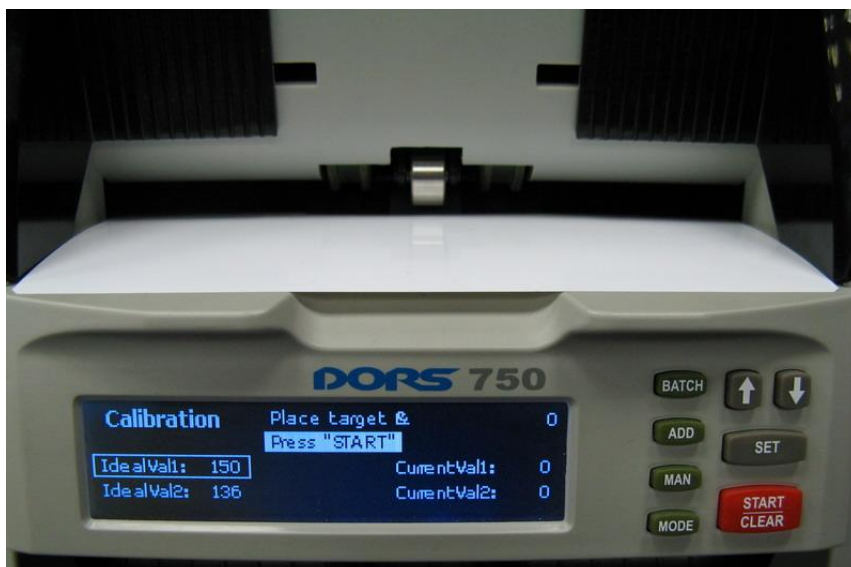

Рис. 173
- нажатием на клавишу «SET» установите курсор-рамку на поле параметра «IdealVal1» (см. Рис. 173);
10.4.2.3 аккуратно и очень ровно положите в подающий карман калибровочную карточку, как показано на Рис. 173 (калибровочная карточка должна располагаться без перекоса относительно подающего кармана, цифры должны быть сверху);
- 10.5.6 аккуратно и очень ровно положите в подающий карман калибровочную карточку, как показано на Рис. 173 (калибровочная карточка должна располагаться без перекоса относительно подающего кармана, цифры должны быть сверху);